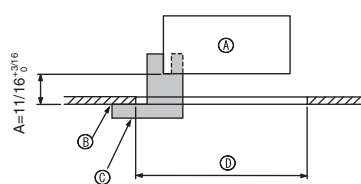

Fig. 9-2
①	Grille	1	950 × 950 (mm), 37-3/8 × 37-3/8 (pouces)
②	Vis avec rondelle captive	4	M5 × 0,8 × 25
③	Jauge	1	(Divisé en quatre parties)
④	Attache	3
⑤	Vis	4	4 × 8
⑥	Vis	1	4 × 12
9.2. Préparation avant d'attacher la grille (Fig. 9-2)
- A l'aide de la jauge ③ fournie avec ce kit, régler et vérifier la position de l'appareil par rapport au plafond. Si l'appareil n'est pas correctement positionné, il y aura des risques de fuites d'air et de la condensation pourrait s'accumuler.
- Pour ouvrir la grille d'admission, faire glisser les leviers dans le sens indiqué par la flèche ①.
- Lorsque la grille se trouve en position « ouverte », retirer la charnière de la grille d'admission comme indiqué par la flèche ②.